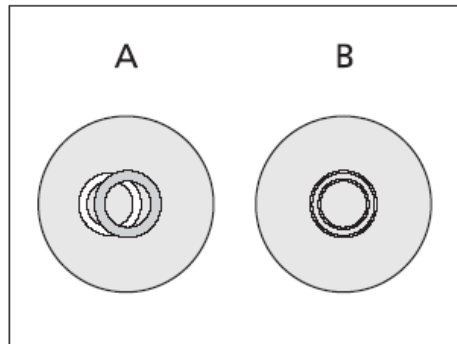

图4-5 把环状相位光阑（亮色，聚光镜上）与相板（暗色，物镜上）的置于同一个中心
(2) 使用设备
(3) 校准透射相差
- 如果重叠并不精确（图 4-5/A），较亮的环状光阑必须使用两把 SW 1.5 六角扳手（图4-4/1和4）重新调中。调节两个调心螺丝（图4-4/2和3），直到与较暗的相板完全重叠（图 4-5/B）。
在照明光路中（图4-5/B），当亮色环状光阑（聚光镜上）与暗色相板（物镜上）精确重叠，才能得到完整的相差。